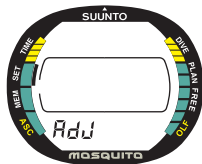

Fig. 4.13. Mode réglage.
1. Depuis le Mode Réglage [SET], appuyez sur le bouton **S** 5 fois pour accéder au Mode Réglage de l'altitude, des réglages personnalisés et des unités (Fig. 4.13.).